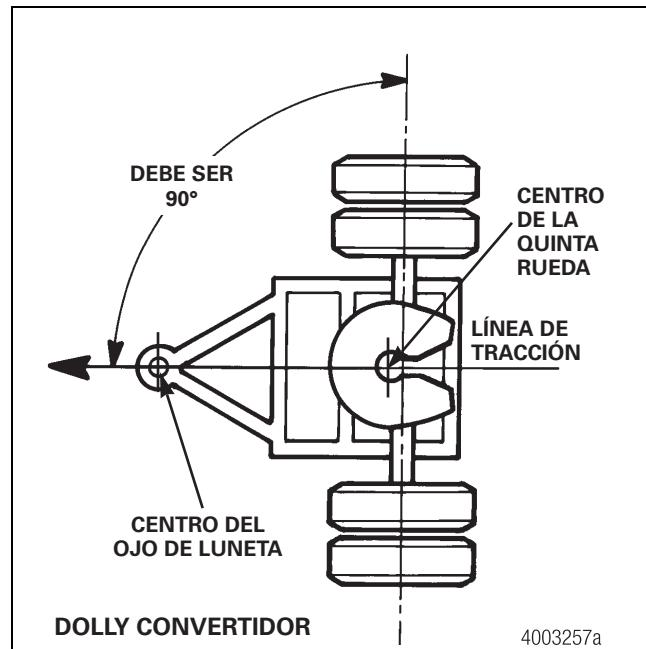
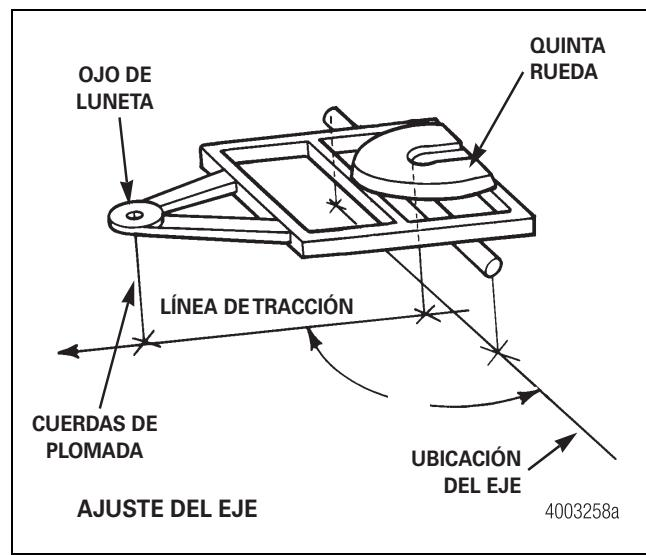

Figura 8.13
Figura 8.14
- Cuelgue cuerdas de plomada desde los centros exactos del ojo de luneta y la quinta rueda donde se sostiene el pivote de la dirección del semirremolque. Para establecer la línea de tracción marque estos puntos en el piso y haga pasar un cordel entizado entre dichos puntos. Figura 8.13 y Figura 8.14.
- Cuelgue cuerdas de plomada desde los centros exactos de las espigas del eje delantero del lado de la carretera y del lado de la acera. Para establecer la ubicación del eje, marque estos puntos en el suelo y trace una línea entre ellos usando un cordel entizado. Figura 8.14.
- Con una escuadra de carpintero grande, mida el ángulo en el sitio donde se cruzan las líneas trazadas con los cordeles entizados. Si es necesario, ajuste el eje hasta que el ángulo sea de 90 grados. Figura 8.14.